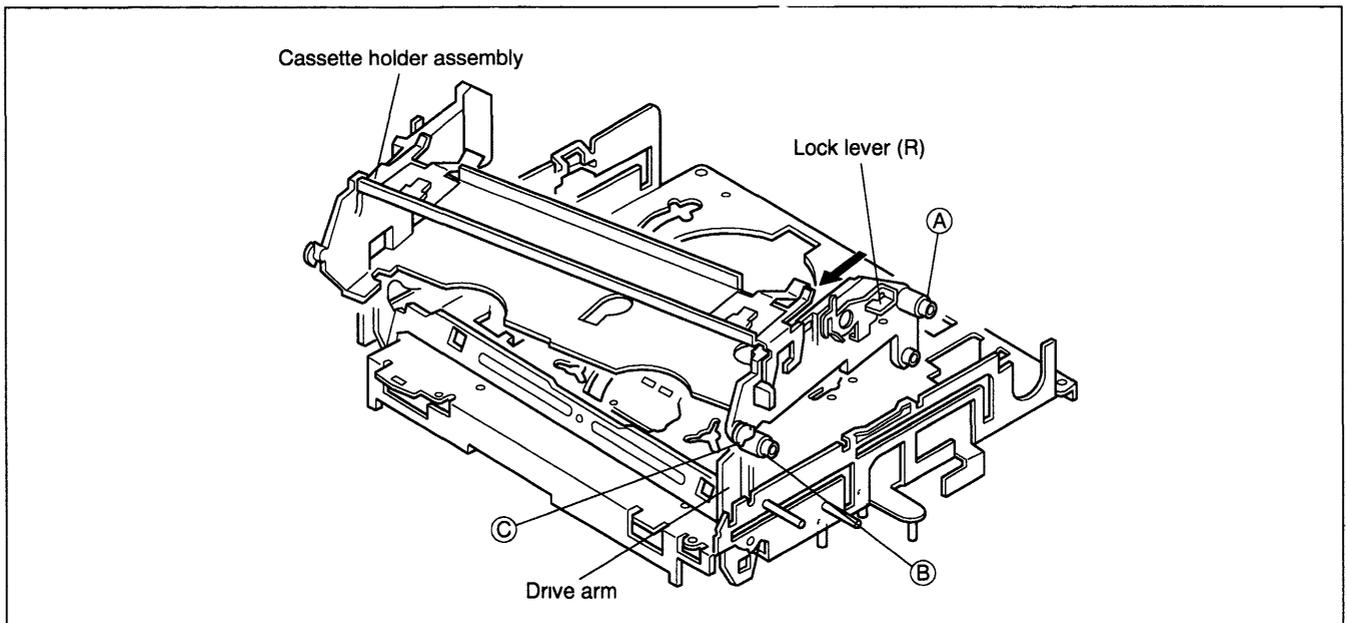

Fig. 2-2-7
- (1) Segure o braço de comando (drive arm) para cima e encaixe o pino © no trilho do lado direito do conjunto do compartimento cassete (Veja Fig 2-2-7)
- (2) Enquanto mantém a alavanca R do conjunto compartimento cassete pressionada na direção frontal, coloque os pinos Ⓐ e Ⓑ no trilho (Veja Fig 2-2-7)